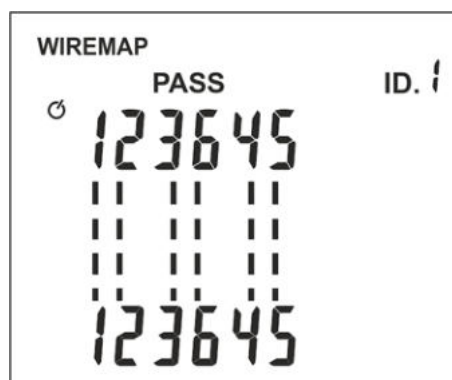

Fig. 11: Visualizzazione test corretto su cavo con connettore RJ11
4. Premere il tasto **TEST**/. Lo strumento esegue il test fornendo il messaggio “**PASS**” per test corretto (vedere Fig. 11) o il simbolo “” oltre alle coppie lampeggianti in caso di errore sul cablaggio (vedere § 5.2.1)